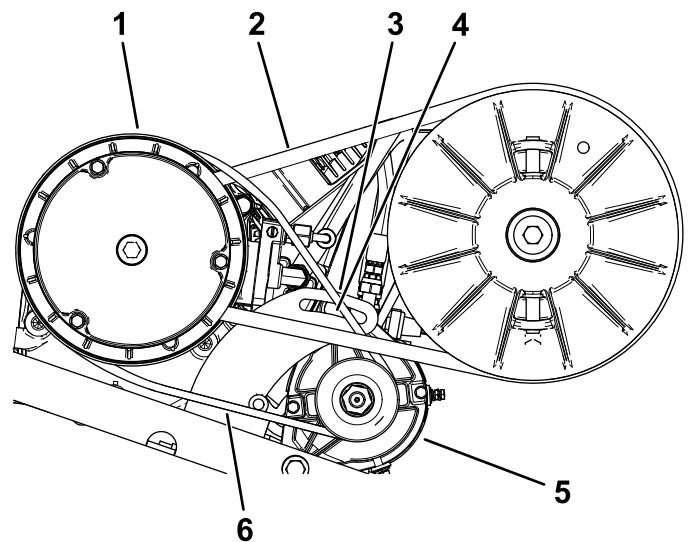

Figura 67
2. Afloje la tuerca del pivote del generador de arranque (Figura 67).
4. Aplique presión descendente sobre la palanca para hacer girar el motor de arranque hacia abajo en la ranura, hasta que la tensión de la correa sólo permita una desviación de 6 mm (1/4") con una fuerza de 44 N·m (10 pies-libra) (Figura 67).
5. Apriete la tuerca del pivote a mano y retire la palanca (Figura 67).